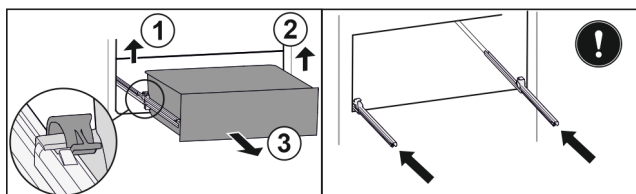

Fig. 76
- Løft venstre klemme og trekk samtidig skuffen fremover til venstre. Fig. 76 (1)
- Løft høyre klemme og trekk samtidig skuffen fremover til høyre. Fig. 76 (2)
- Ta ut skuffen framover. Fig. 76 (3)